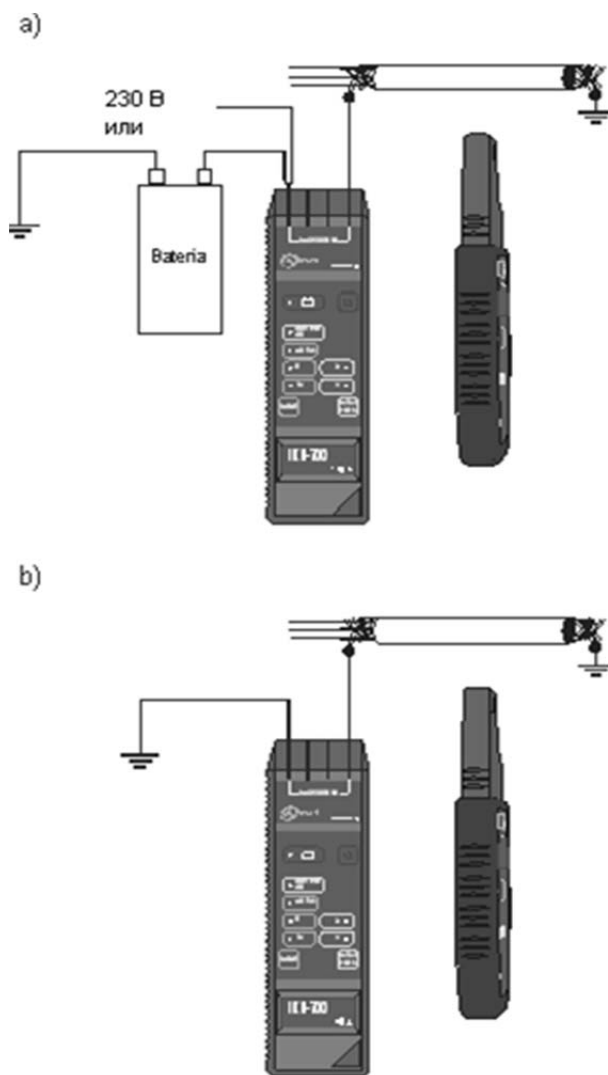

Рис.25 Трассировка экранированного кабеля: а) режим «ток» «М» б) режим «ток-напряжение» «М+Е»
- Соединить один из разъемов **1**, **2** генератора к экрану кабеля, а второй – к заземлению или заземленному источнику питания постоянного или переменного тока (Рис.25);